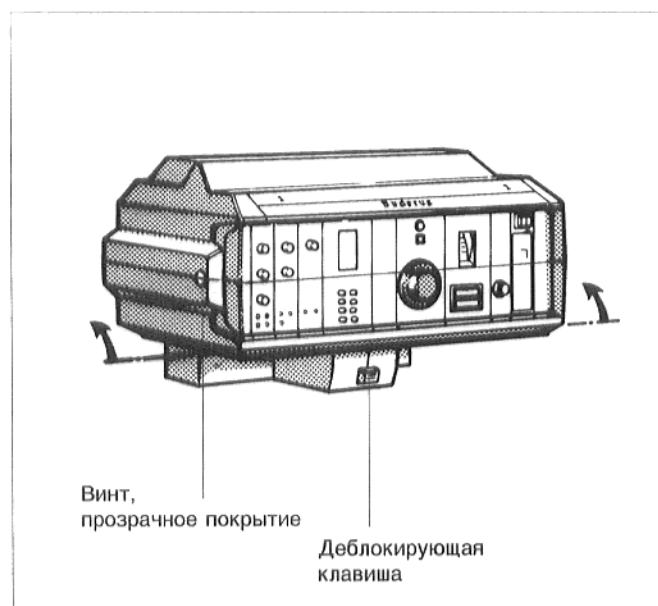

Рис. 12: регулятор
- Установить крепежный болт для прозрачного покрытия регулятора в вертикальное положение, например, при помощи монеты. Вставить прозрачное покрытие с передней стороны и установить шлиц болта в вертикальное положение (рис. 12).
Для более хорошей обзримости элементов управления регулятора, верхнюю часть возможно откинуть вверх, при этом регулятор возможно зафиксировать в двух позициях (рис. 12).
При установке в исходное положение, нажать деблокирующую кнопку (рис. 12.).